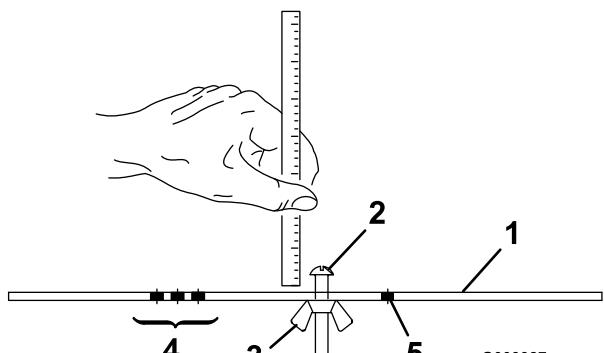

Figura 19
- Desaperte a porca da barra indicadora (Figura 19) e regule o parafuso de ajuste para a altura de corte desejada. A altura de corte corresponde à distância entre a parte inferior da cabeça do parafuso e a superfície da barra.